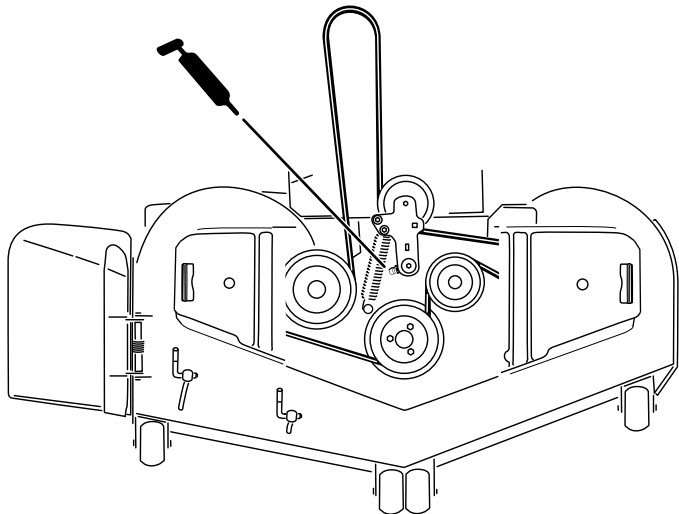
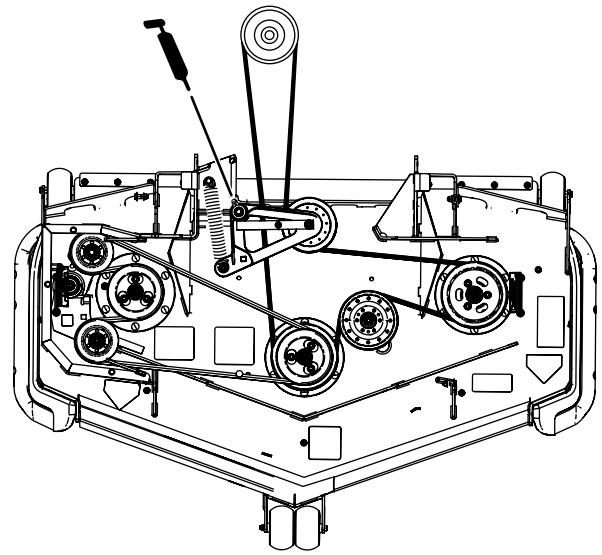

Figura 53
Figura 54
5. Engrase el pivote de la polea tensora de la carcasa del cortacésped hasta que salga grasa por el extremo inferior (Figura 53 o Figura 54).